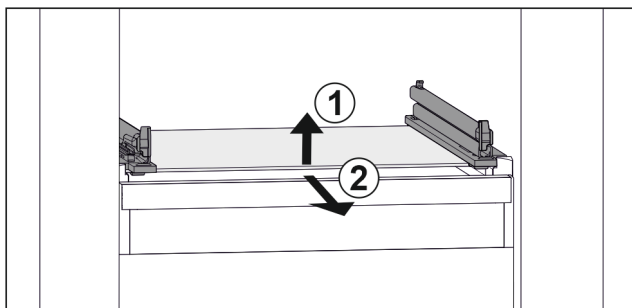

Fig. 123 Simbolična slika steklene plošče
- ▶ Steklo ploščo dvignite v smeri naprej. Fig. 123 (1)
- ▶ Steklo ploščo odstranite v smeri naprej. Fig. 123 (2)